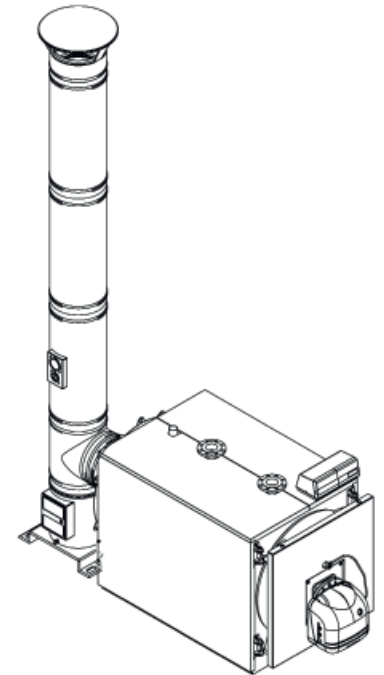

fig. 7
5.4 Scarico dei prodotti di combustione (Fig. 7)